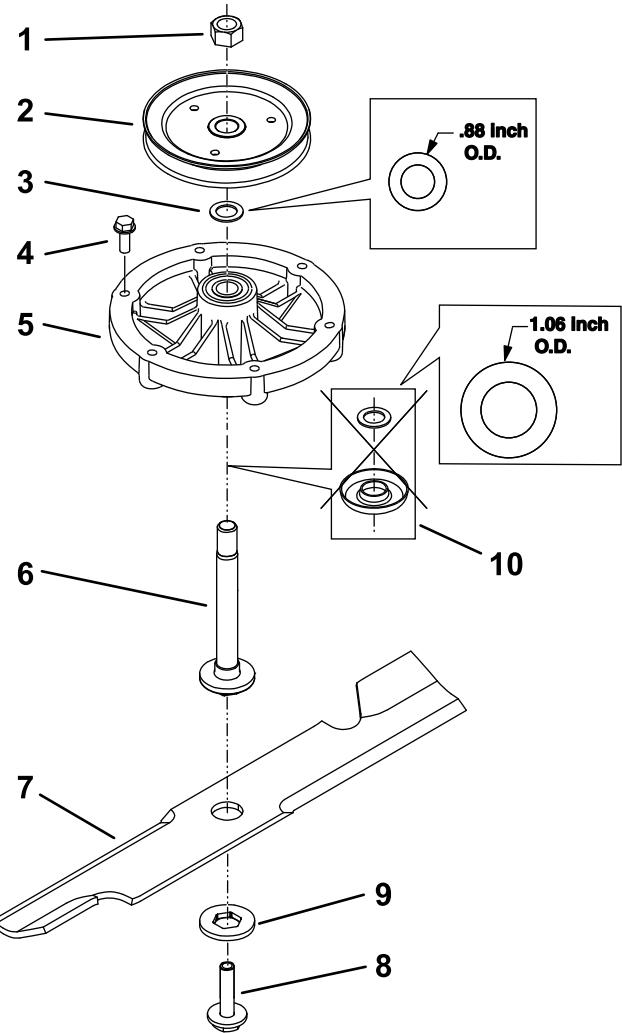

Figura 1
- Retire el alojamiento del eje existente. Guarde todas las fijaciones y el eje, según se muestra en Figura 1. Deseche la arandela y el protector del cojinete existente ilustrados en Figura 1.
- Instale el alojamiento del eje proporcionado en este kit en la carcasa de corte y apriete los tornillos a 23–28 N·m (200 – 250 pies-libra) (Figura 1).
- Aplique lubricante a las roscas del perno de la cuchilla según sea necesario para evitar que se agarrote. Es preferible utilizar lubricante con base de cobre. La grasa es un sustituto aceptable. Vuelva a colocar la cuchilla y la polea, según se muestra en Figura 1. Consulte el *Manual del operador* si desea más información sobre la instalación de la cuchilla.